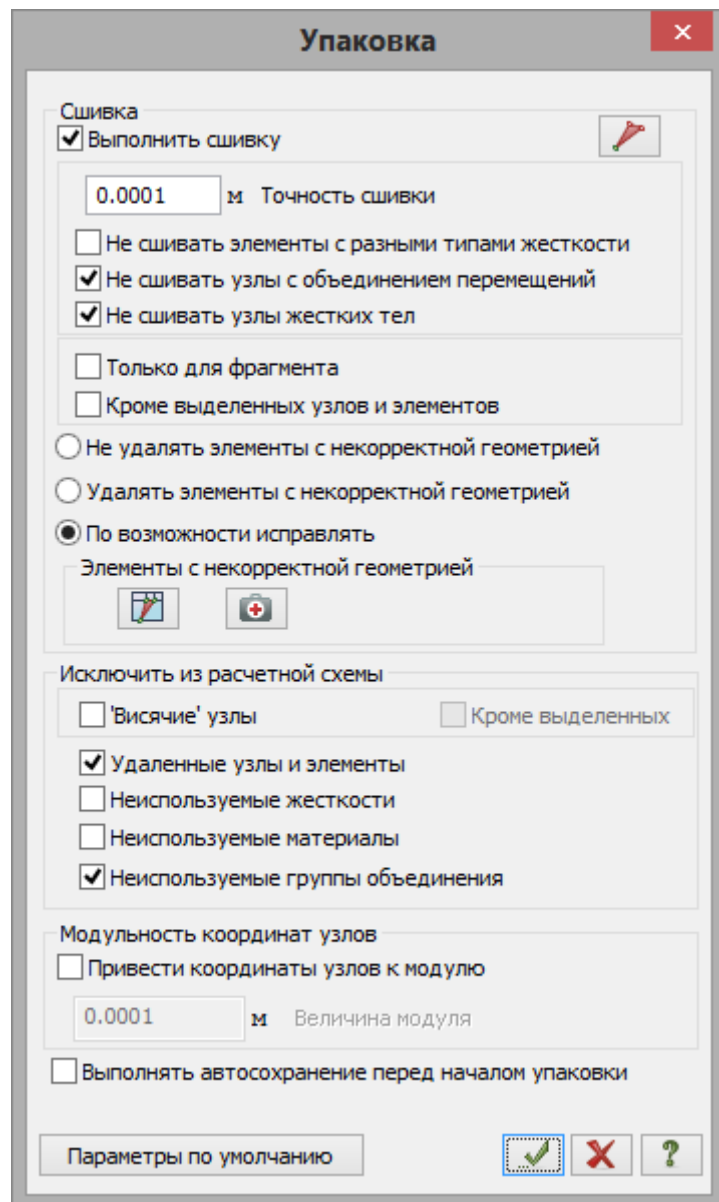

Рис.4.6. Диалоговое окно **Упаковка**
- Щелчком по кнопке  – **Упаковка схемы** (панель **Редактирование** на вкладке **Создание и редактирование**) вызовите диалоговое окно **Упаковка** (рис.4.6).